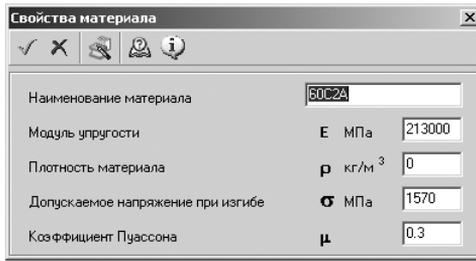

Рис. 4.55. Диалоговое окно **Свойства материала**
- щелкните по кнопке  – **Ввод данных по другому материалу**. Появится диалоговое окно **Свойства материала**, изображенное на рис. 4.55;